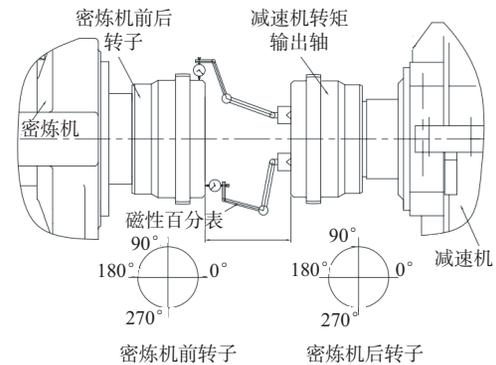

图8 减速机与密炼机联轴器示意
(1) 减速机找水平。水平度允许偏差为 $\pm 0.05 \text{ mm} \cdot \text{m}^{-1}$ 。在减速机给定的基准面上, 用200 mm框式水平仪测量(用千斤顶调整)并记录。
(2) 密炼机主机找水平。水平度允许偏差为 $\pm 0.05 \text{ mm} \cdot \text{m}^{-1}$ 。在密炼机左右边支架、前后混炼室上平面的4个位置, 用200 mm框式水平仪测量(用千斤顶调整)并记录。
(3) 减速机与密炼机联轴器之间找同轴度和间距。减速机输出轴与密炼机转子轴同轴度和端面平行度偏差 $\leq 0.25 \text{ mm}$ 。依二次找正、找平的减速机为基准, 百分表磁力座固定在减速机输出轴端面上, 表头垂直接触在转子轴联轴器圆周表面及端面上, 以联轴器圆周表面上均匀分布的4点(见图8)中的 $0^\circ$ 为基准, 缓慢转动减速机输出轴, 进行同轴度、端面平行度的测量并记录。
(4) 减速机与电动机联轴器之间找同轴度和间距。电动机轴与减速机输入轴同轴度和端面平行度偏差 $\leq 0.15 \text{ mm}$ 。依二次找正、找平的减速机为基准, 百分表磁力座固定在减速机速输出轴联